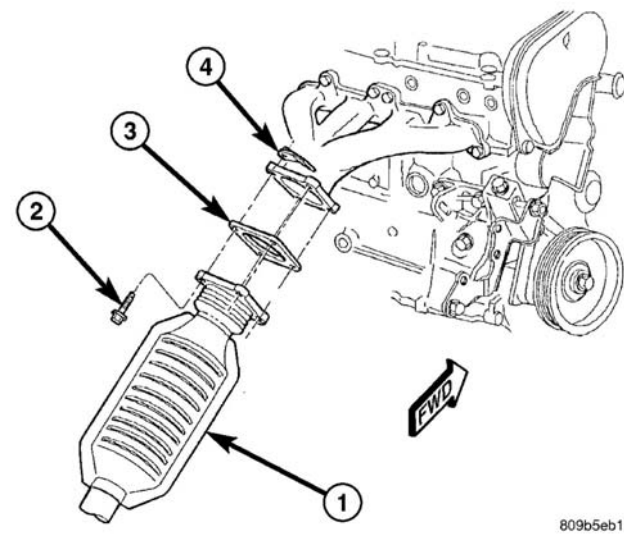

图 3 催化转换器至排气歧管
- （6）从排气歧管卸下固定催化转换器的 4 个螺栓和标志螺母（图 3）。